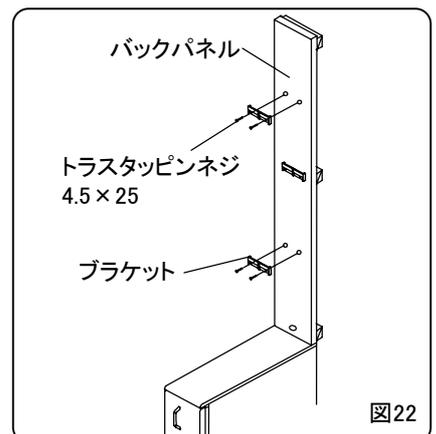

図22
- 5) 残りのバックパネルの穴にブラケットの突起部を合わせネジ(トラスタッピンネジ4.5×25)でそれぞれバックパネルへ固定してください。(図22)